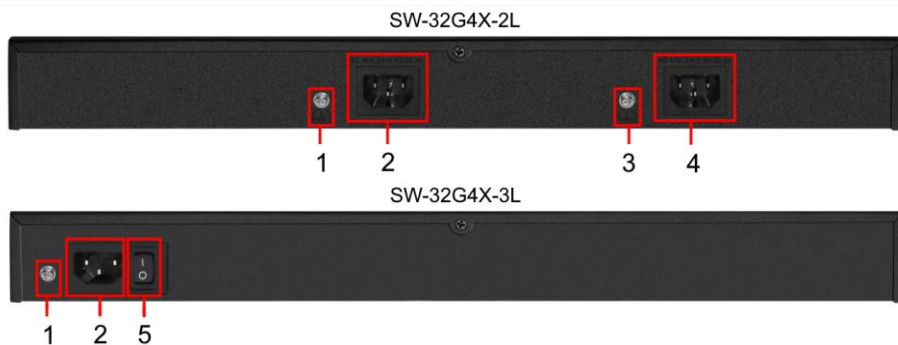

Рис.3 Коммутаторы SW-32G4X-2L, SW-32G4X-3L, разъемы и кнопки на задней панели.
- Подключите коммутатор к шине заземления (1, 3) Рис.3;
- Подключите кабели питания в соответствующие разъемы на коммутаторе (2, 4) Рис.3;